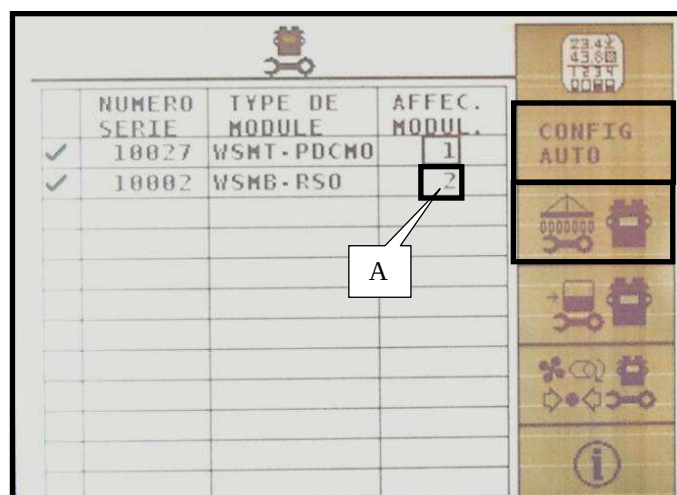

Fig. 2
símbolo (Fig.2).
- Premere sul tasto  corrispondente all'icona  (Fig.2) per tagliare la fila B che viene evidenziata.
- Per riavviare una fila, dovete selezionarla e poi premere sul tasto  ON (Fig.2).
tasto  corrispondente al simbolo  (Fig.2).
- Entrer l'**affectation A** du module (Fig.2), (si la console ne l'a pas composée automatiquement), il est conseillé d'affecter les modules par ordre croissant.
- Input the **allocating A** of the module (Fig.2), (if the console has not performed it automatically), it is recommended to allocate the modules in the increasing order.